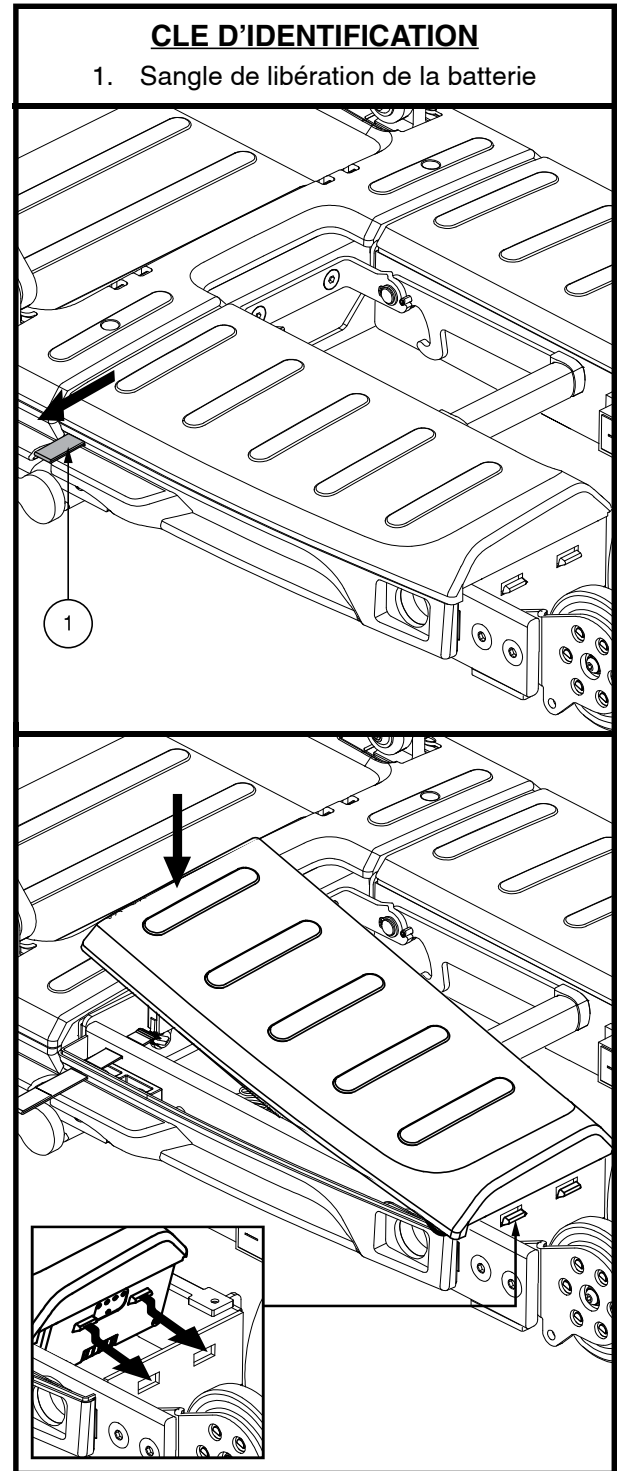

Figure 10. Retrait/installation de la batterie
Pour changer la batterie, voir la figure 10:
4. Tirez sur la sangle de déverrouillage de la batterie et soulevez la batterie et retirez-la du scooter. Voir la figure 10.
5. Alignez les languettes de la nouvelle batterie avec l'alignement des trous. Voir la figure 10.
2. Installez la batterie si nécessaire. **Voir figure 10.**